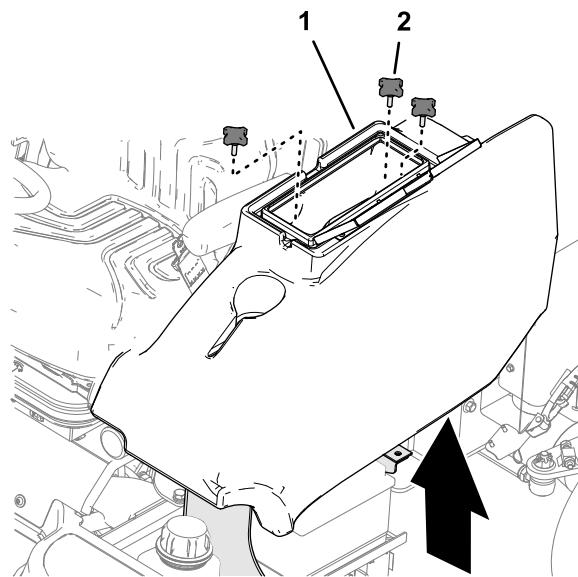

Figura 53
2. Retire los 3 pomos que fijan el compartimiento de almacenamiento en la máquina y retire el compartimiento (Figura 53).
1. A la izquierda de la plataforma del operador, abra la puerta del compartimento de almacenamiento (Figura 53).